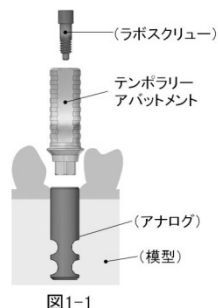

図 1-1
- (1) 印象採得後、模型を作製する。
- (2) フィクスチャーのプラットフォームのタイプに合わせてサイズを選び、模型上のアナログに固定する(図 1-1)。
- (3) 暫間補綴物の作製